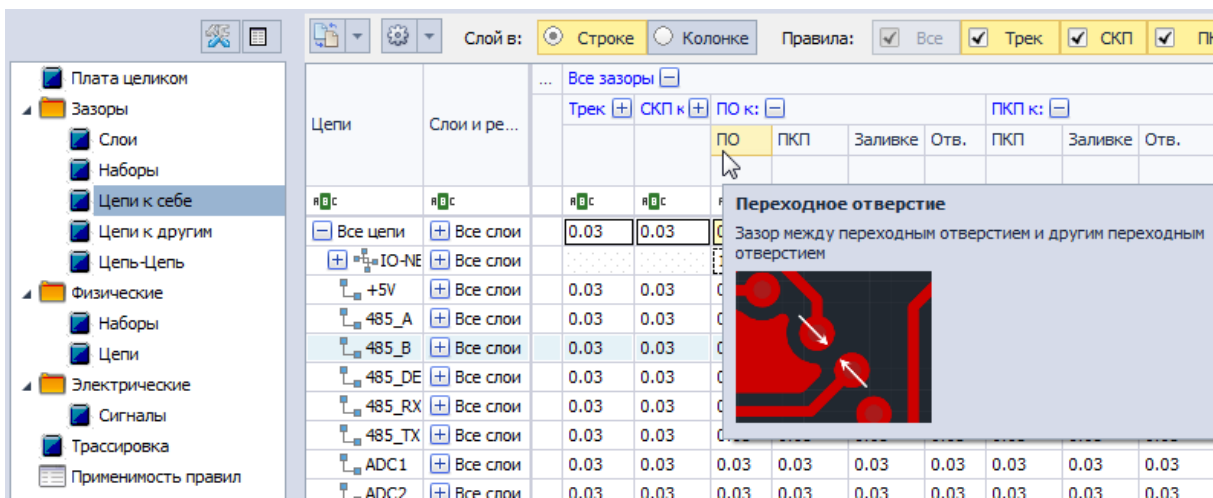

Рис. 17 Зазор между переходным отверстием и другим переходным отверстием
- Зазор между ПО и ПО обозначается как «ПО к ПО», Рис. 17.